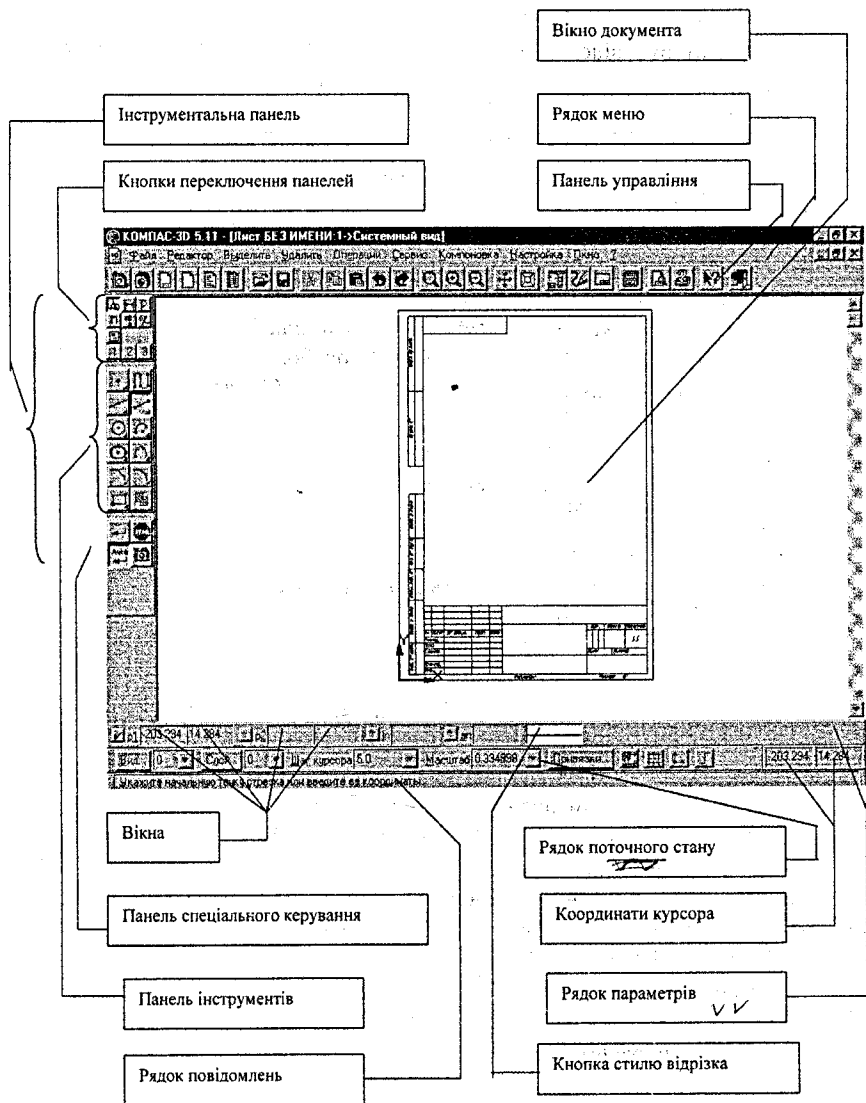

Рисунок 1.1 - Вікно програми КОМПАС-ГРАФІК
Інтерфейс системи КОМПАС-ГРАФІК дозволяє зручно керувати зображенням креслення. На рис. 1.1 представлений інтерфейс системи при роботі з кресленням.
- ✓ **Інструментальна панель**, складається з декількох окремих сторінок. Переключення сторінок інструментальної панелі здійснюється за допомогою кнопок переключення панелей інструментів. Перші шість сторінок інструментальної панелі змінити не можна (панель геометрії, панель розмірів, панель редагування, панель параметризації, панель вимірів, панель видалення об'єктів). Три інші сторінки формуються користувачем з доступних команд системи або прикладних бібліотек. Одночасно на екрані відображається тільки одна сторінка. На рис. 1.1 показано, що включено панель геометрії.